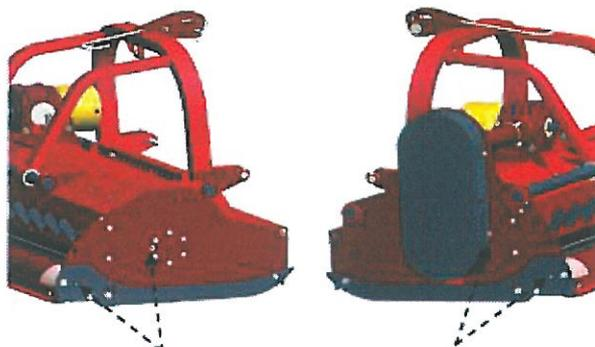

Bild 19: Schmieren
- Nach jeder Arbeit reinigen Sie die Maschine, schmieren die Lager am Rotor über die Öler auf dem Gehäuse (Bild 19).
- Schmieren Sie die Stützwalze über die Öler auf dem Gehäuse (Bild 19).
- Kontrollieren Sie den Ölstand im Getriebe beim Niveauezapfen A, wenn es nötig ist, füllen Sie nach mit dem Zapfen B (Bild 19)